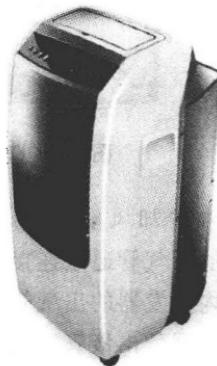

图 1-3 移动式空调器实物外形
2) 移动式空调器。图 1-3 所示为移动式空调器的实物外形。移动式空调器是落地式的，其底部由 4 个脚轮支撑。